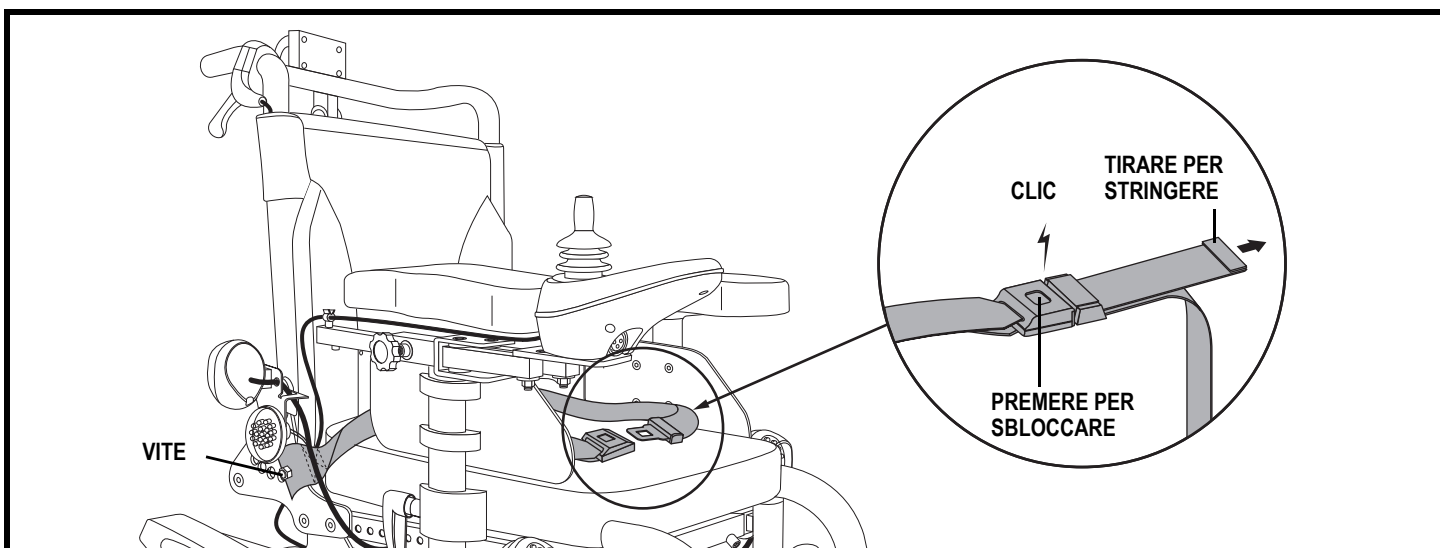

Figura 21. Installazione e regolazione della cintura di posizionamento
La Carrozzina elettrica può disporre di una cintura di posizionamento regolabile secondo la comodità dell'operatore. **Vedere figura 21.** La cintura di posizionamento è progettata per sostenere l'operatore in modo che non scivoli verso il basso o in avanti nel sedile e può essere regolata per maggiore comfort dell'operatore. La cintura di posizionamento non è prevista per essere usata come dispositivo di contenimento.
1. Inserire la vite attraverso la linguetta di montaggio sulla parte terminale della cintura di sicurezza e quindi attraverso lo schienale. **Vedere figura 21.**